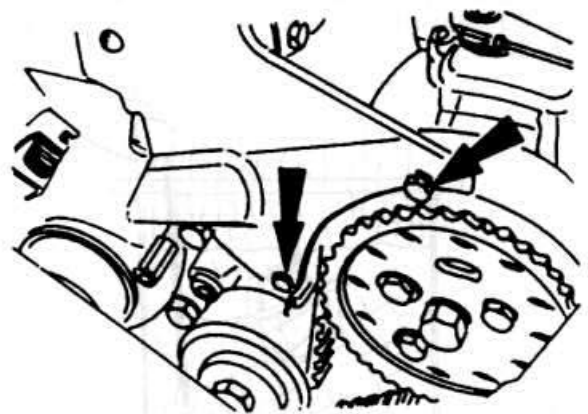

Рис. 2.93
- ♦ Снимите внутренний кожух зубчатого ремня (рис. 2.93).